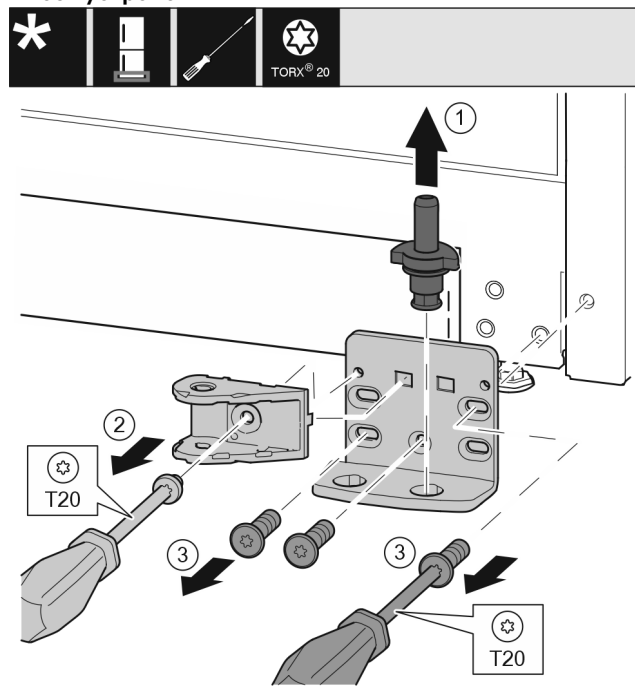

Fig. 34 \*
- ▶ Опорный палец полностью извлеките движением вверх. Fig. 34 (1)\*
- ▶ Открутите винт отверткой T20 и снимите соединительный элемент амортизатора. Fig. 34 (2)
- ▶ Открутите винты отверткой T20 и снимите опорный кронштейн. Fig. 34 (3)\*